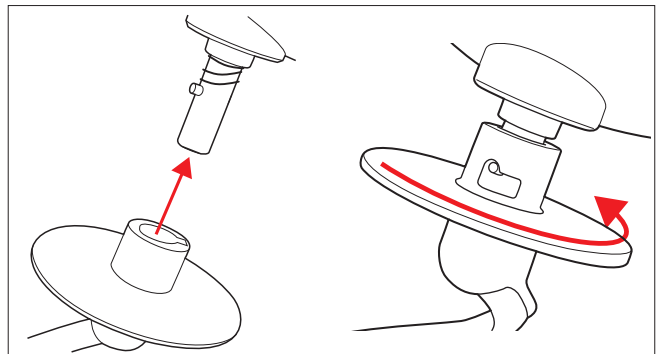

Abb. 11 – Rühraufsatz aufstecken und verriegeln
2. Stecken Sie den gewünschten Rühraufsatz (Knethaken, Flachrührer oder Schneebesens) wie abgebildet in die Maschine (siehe Abb. 11).